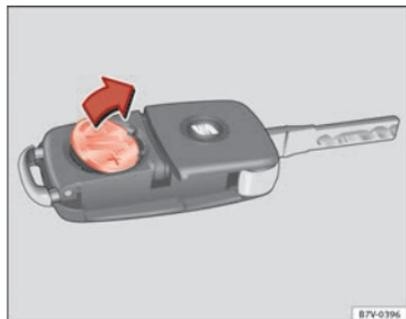

Fig. 16 Llave del vehículo: retirar la pila.
- Extraiga la pila del compartimento con un objeto fino adecuado ⇒ fig. 16.
- Coloque la nueva pila en el compartimento, presionándola tal como se muestra ⇒ fig. 16, en sentido contrario a la flecha ⇒ ②.